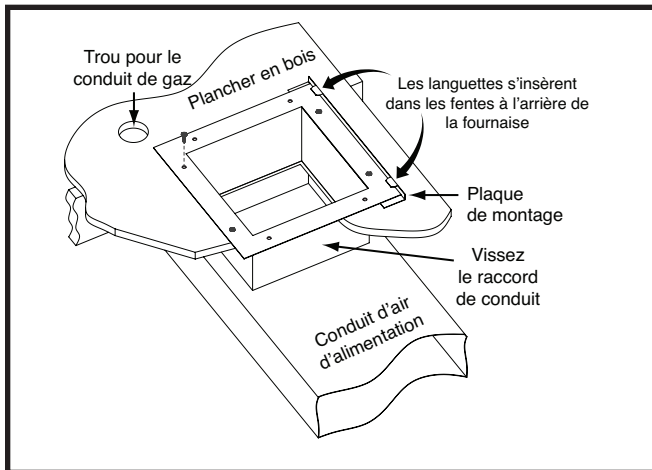

Figure 15. Raccord de conduit à vis
1. Appliquez un cordon de pâte à calfeutrer, de mastic ou d'un autre scellant approuvé autour de la base du rebord de 1/2 po et de la plaque de restriction. Voyez la Figure 15.